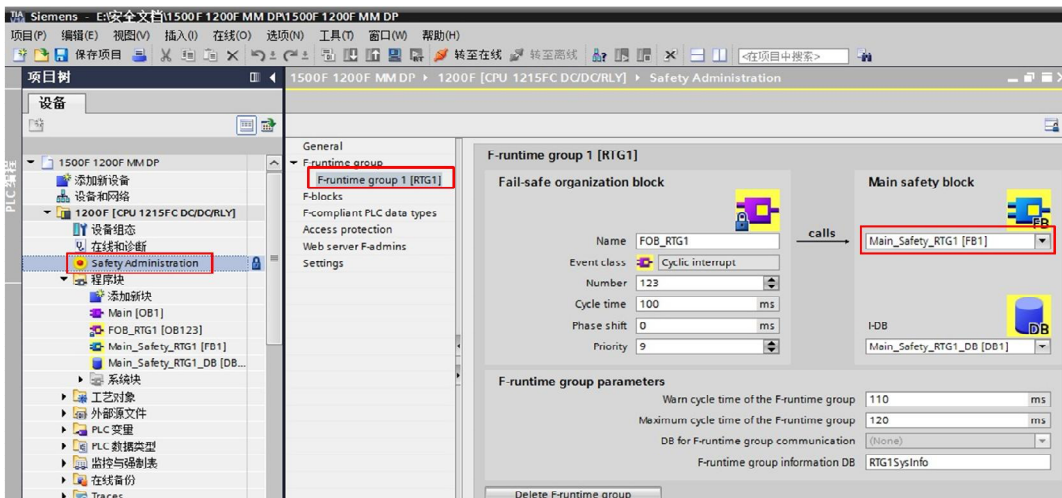

图 2-15 安全运行组
1) 在 S7-1200F 侧，打开安全编译器页面，安全运行组在添加安全 CPU 硬件时系统已经自动生成，默认在 OB123 中调用安全主程序“ Main_Safety_RTG1” FB1，如图 2-15。